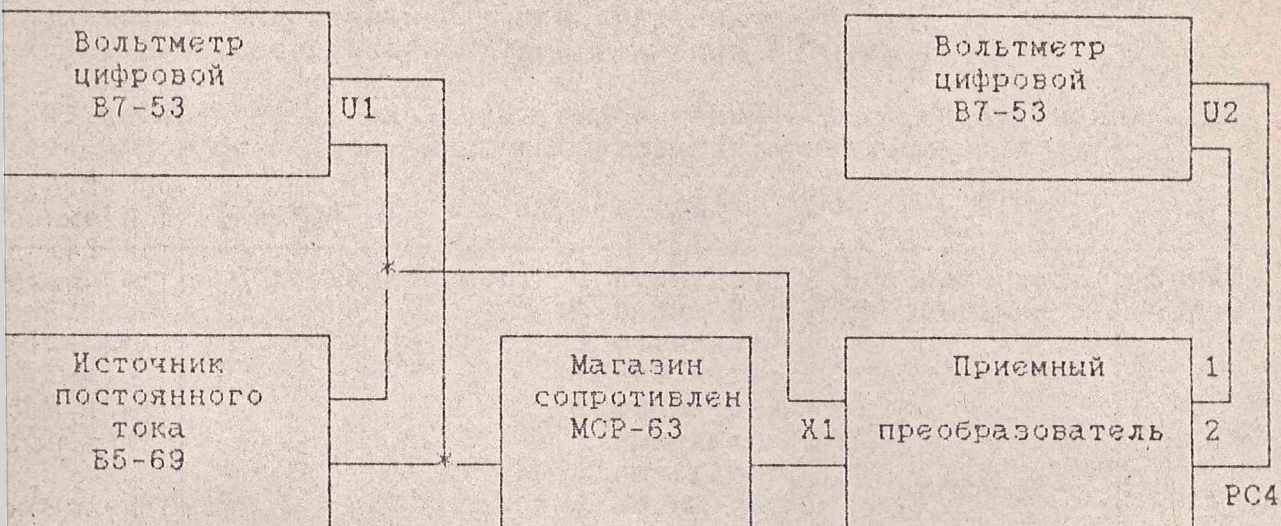

Рисунок 6
5.4.7. Определение Δp для преобразователей средней мощности проводится по схеме электрической соединений рис. 6 на уровнях мощности 3; 15; 30; 50; 100 мВт; 0,5 и 1,0 Вт.
5.4.8. Определение Δp для преобразователей большой мощности проводится по схеме электрической соединений рис. 6 на уровнях мощности: 0,5; 1,0; 5; 10; 50; 100 Вт. (рис тот же в конце)